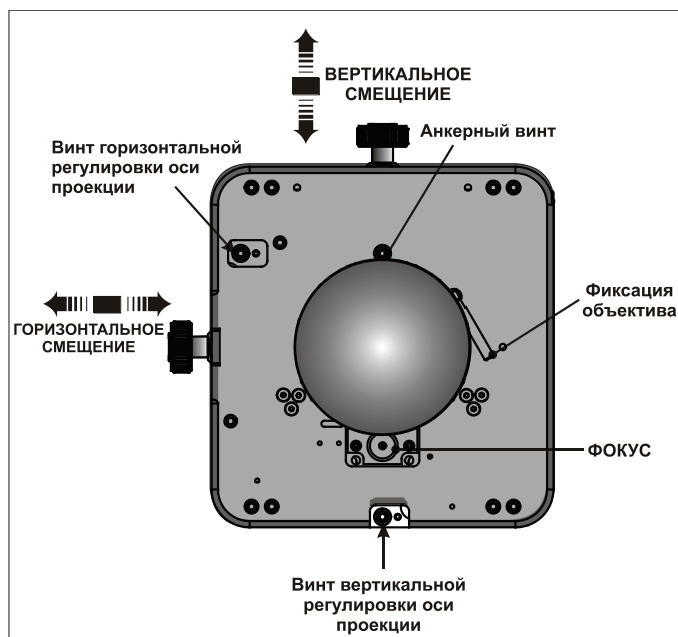

Рис. 2-22 Стандартный узел крепления объектива
1. С помощью тестовой таблицы framing отрегулируйте горизонтальное и вертикальное **смещение** таким образом, чтобы изображение максимально точно ложилось на экран. (Рис. 2-22)